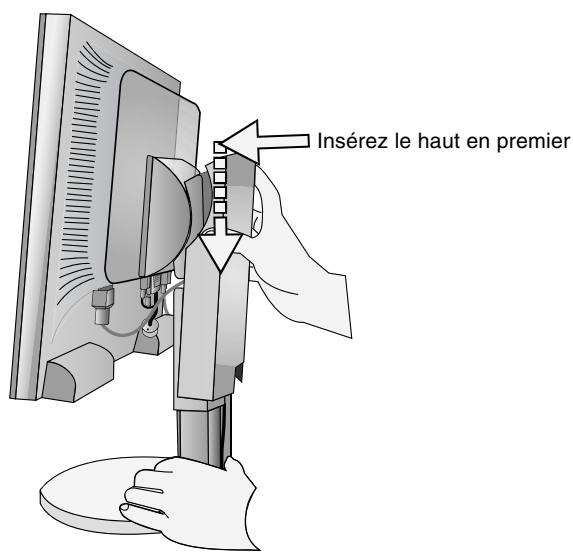
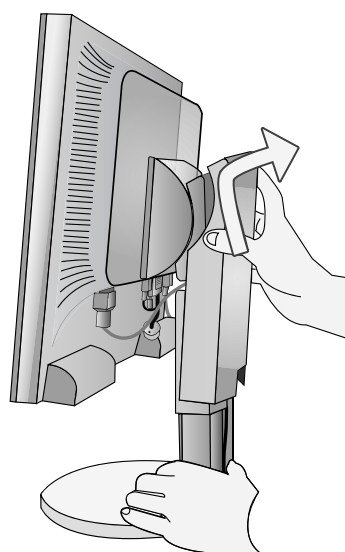

Figure D.1
Figure D.2
7. Maintenez fermement les câbles et placez le cache-câble sur le support (**Figure D.1**). Pour retirer le cache-câble, soulevez le couvercle comme indiqué sur la **Figure D.2**.